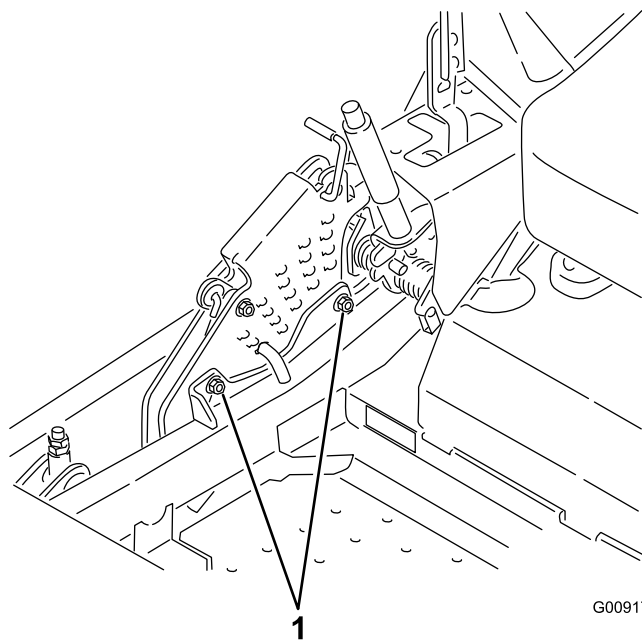

Figura 99
12. Per agire sull'impianto di regolazione da un punto unico, allentate i 2 bulloni alla base della piastra dell'altezza di taglio (Figura 99).
14. Serrate i 2 bulloni alla base della piastra dell'altezza di taglio (Figura 99).